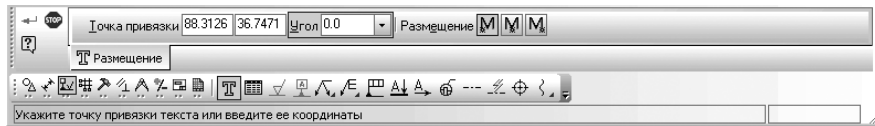

Рис. 5.50. Панель свойств: Ввод текста.
- щелкните на панели инструментов по первой кнопке  – **Ввод текста**. Появится **Панель свойств: Ввод текста** (рис. 5.50).
- щелкните в контекстном меню по пункту **Редактировать размещение**. Появится **Панель свойств: Ввод текста** с открытой вкладкой **Размещение** (см. рис. 5.50). На этой панели появятся элементы **Точка привязки**, **Угол** и переключатели **Размещение**;